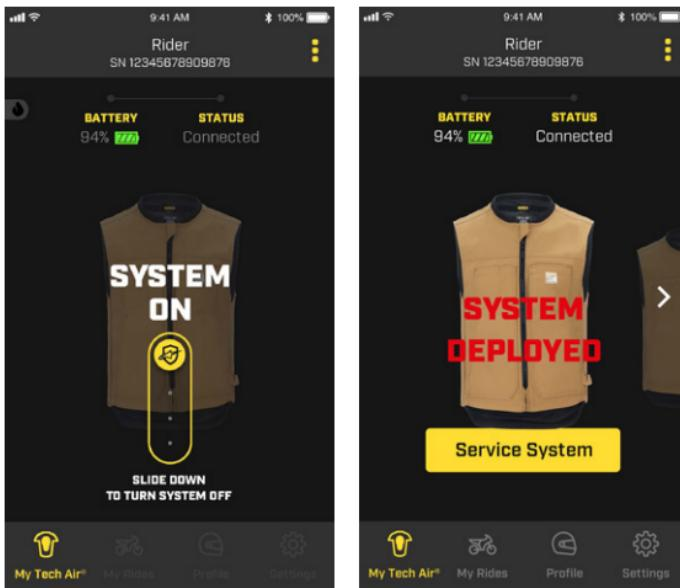

Figure 19
L'application fournit des informations sur le mode de fonctionnement actuel du système, en vérifiant si le système fonctionne correctement ou non. L'indication "SYSTEM ON" affichée à l'écran indique que le contrôle du système a été effectué avec succès et que le système est actif. Pendant la conduite, le mode "SYSTEM ON" est actif et par conséquent, pour des raisons de sécurité, l'utilisateur ne peut pas accéder à la plupart des fonctions de l'application. Si le système doit être désactivé par l'utilisateur, par exemple lors d'une séance de conduite intensive en tout-terrain, le système peut être désactivé à l'aide de l'icône de glissement de l'application (comme illustré à la figure 19). Pour réactiver le système, ouvrez et fermez le Zip d'activation (1). En cas de déploiement, l'application affichera l'état correspondant avec la mention "SYSTÈME DÉPLOYÉ", comme le montre la figure 19.